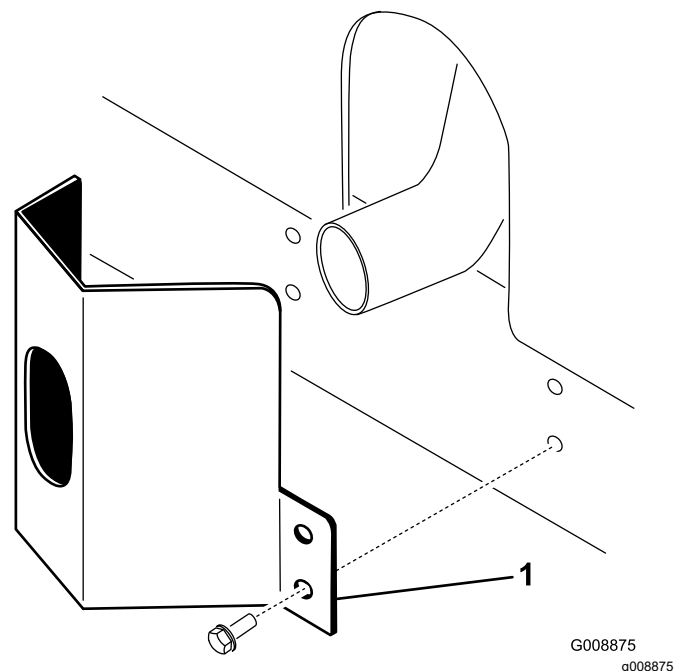

Рисунок 36
2. Закрепите ограждение выхлопа на раме с помощью 4 самонарезающих винтов (Рисунок 36).
1. Расположите ограждение выхлопа на глушителе, совместив монтажные отверстия с отверстиями в раме (Рисунок 36).